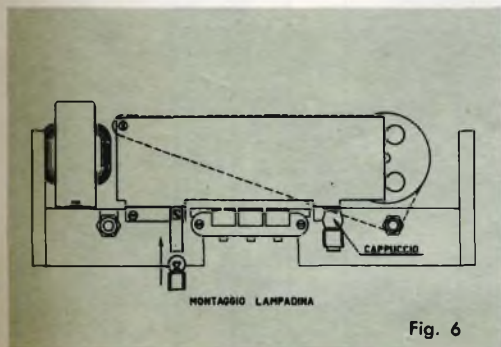

Fig. 6
- 6) Fissare la puleggia che guida la funicella sul pannello riflettore, poi montare questo e i portalampe per l'illuminazione della scala sul telaio, come indicato in fig. 6.
- 7) Dopo aver provveduto a fissare sul perno del condensatore variabile l'apposita ruota a gola, montare sul telaio il gruppo sintonizzatore 0/463 e quindi la funicella per la manovra del condensatore variabile e dell'indice (v. fig. 6). Per evitare lo slittamento della funicella sul perno, questa dovrà essere avvolta per un paio di giri sul perno stesso.